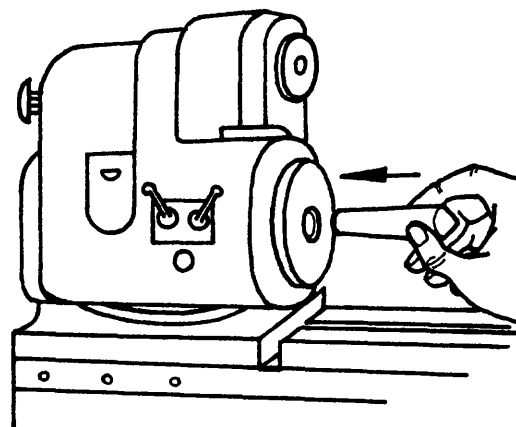

Fig. 6
- ___a Monte la punta en el husillo del cabezal portapieza (fig. 6).